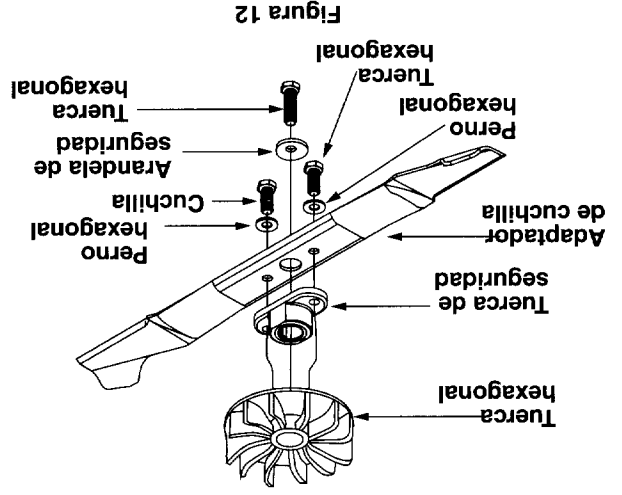

Figura 12
- Al reemplazar la cuchilla, asegúrese de instalar la cuchilla con el lado de la cuchilla marcada "Bottom" ("Fondo" (o con el número de pieza) enfrentado al suelo, cuando la cortadora esté en la posición de operación. Asegúrese también de seguir el orden correcto según se muestra en la figura 12.
- Usar una llave de caja o de extremo abierto de 9/16", extraiga el perno central y la arandela cambrana que mantienen la cuchilla y el adaptador en el eje del motor. Vea la figura 12.
- Extraiga los dos pernos pequeños, arandelas de seguridad y tuercas que mantienen la cuchilla en el adaptador. Vea la figura 12.
- Ensamble los pernos, las arandelas y las tuercas en el orden exacto de extracción. Vea la figura 12.